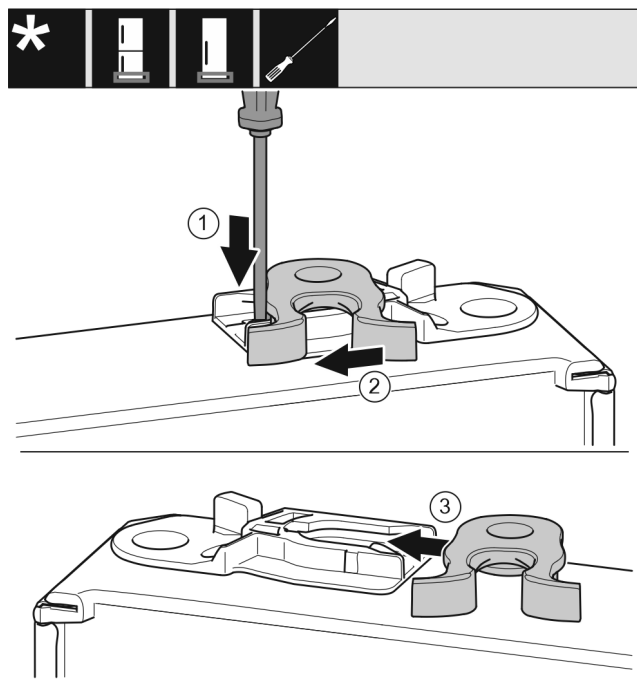

Fig. 19
- ▶ Potisnite spono Fig. 19 (1) navzdol s ploščatim izvijačem.
- ▶ Povlecite zapiralni kavelj Fig. 19 (2) ven iz vodila.
- ▶ Potisnite zapiralni kavelj Fig. 19 (3) na drugi strani v vodilo.